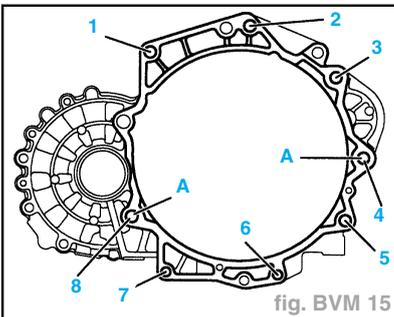

fig. BVM 15
**Boîte de vitesses sur moteur 1,6 I/74 kW (fig. BVM 15)**